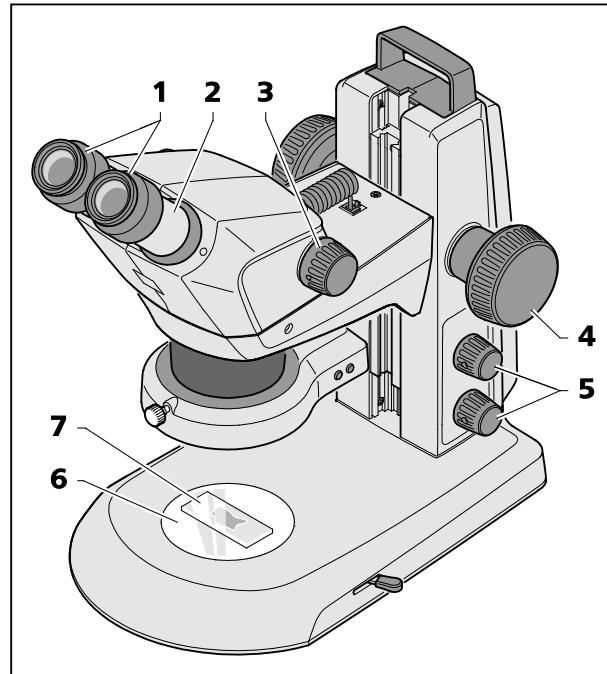

Bild 18 Stereomikroskop einstellen
1. Objekt (Bild 18/7) mittig auf die Glas- oder Kunststoffplatte (Bild 18/6) auflegen und beleuchten (Bild 18/5).
2. Dioptrienausgleich an den stellbaren Okularen (Bild 18/1) auf "0" stellen.
3. Individuellen Augenabstand durch seitliches Verschieben der Okularstutzen (Bild 18/2) einstellen, bis beim Einblick in die Okulare mit beiden Augen nur **ein** beschnitttfreier Lichtkreis (Objektfeld) zu sehen ist.
4. Zoom (Bild 18/3) zuerst auf die kleinste Vergrößerung einstellen.
5. Auf ein kleines markantes Detail in der Bildmitte des Objektes fokussieren (Bild 18/4).
6. Maximalen Zoomwert einstellen (Bild 18/3). Durch die Vergrößerung wird das markante Detail wahrscheinlich wieder unscharf abgebildet und befindet sich nicht mehr in der Bildmitte.
7. Objekt durch Fokussieren scharf stellen, dann das Detail durch Verschieben des Objektes erneut suchen und wieder exakt fokussieren (Bild 18/4).
8. Danach wieder auf kleinsten Zoomwert stellen und ggf. vorhandene Bildunschärfen für jedes Auge getrennt durch Dioptrienausgleich **an den stellbaren Okularen** (nicht am Fokussierknopf, Bild 18/4) korrigieren (Augenfehlerkompensation).